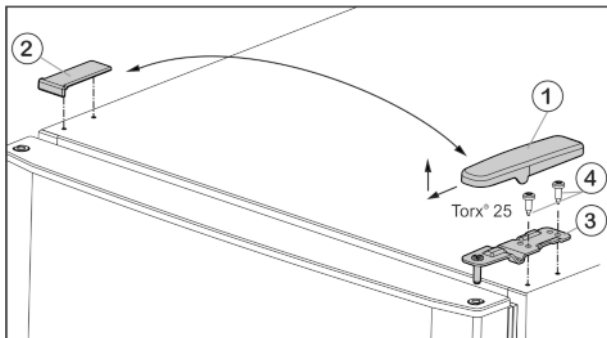

Fig. 5
- ▶ Wyjąć osłonę Fig. 5 (1) do przodu i do góry.
- ▶ Podnieść osłonę Fig. 5 (2).
- ▶ Odkręcić górną płytkę zawiasu Fig. 5 (3)(2) razy Torx® 25) Fig. 5 (4) i wyjąć ją do góry.
- ▶ Włożyć w drzwi górną płytkę zawiasu Fig. 5 (3) po nowej stronie zawiasów.
- ▶ Dokręcić górną płytkę zawiasu (z siłą 4 Nm) (2 razy Torx® 25) Fig. 5 (4). Ewentualnie użyć wkrętarki akumulatorowej.
- ▶ Założyć osłonę Fig. 5 (1) od zewnątrz odpowiednio po przeciwległej stronie i zazębnić.
- ▶ Założyć osłonę Fig. 5 (2) od góry odpowiednio po przeciwległej stronie i zazębnić.